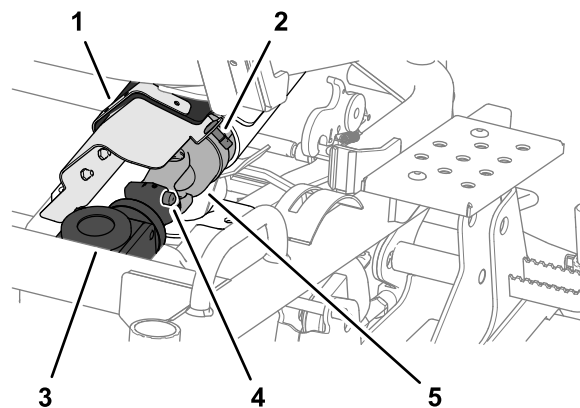

Figura 112
1. Rotii elementul de fixare cu un sfert de tură i deschidei capacul articulației universale de la capacul curelei (Figura 112).
2. Deconectai capătul din față al arborelui de transmisie de la cutia de viteze a punii mainii de tuns iarba apăsând sistemul cu pin i arc i apoi trăgând capătul arborelui de transmisie în spate (Figura 112).
1. Aliniază canelurile cuplajului universal al arborelui de transmisie cu canelurile din cuplajul cutiei de viteze; consultați Figura 112 din Deconectarea arborelui de transmisie de la cutia de viteze a punii mainii de tuns iarba (Pagină 75).
2. Apăsai sistemul cu pin i arc i apoi împingeți capătul arborelui de transmisie în față; consultați Figura 112 din Deconectarea arborelui de transmisie de la cutia de viteze a punii mainii de tuns iarba (Pagină 75).
3. Eliberați sistemul cu pin i arc i verificați dacă cuplajul universal al arborelui de transmisie este blocat în cutia de viteze a punii de mainii de tuns iarba; consultați Figura 112 din Deconectarea arborelui de transmisie de la cutia de viteze a punii mainii de tuns iarba (Pagină 75).
4. Închideți capacul cuplajului universal i fixați-l la capacul curelei cu dispozitivul de fixare cu rotire un sfert de tură; consultați Figura 112 din Deconectarea arborelui de transmisie de la cutia de viteze a punii mainii de tuns iarba (Pagină 75).